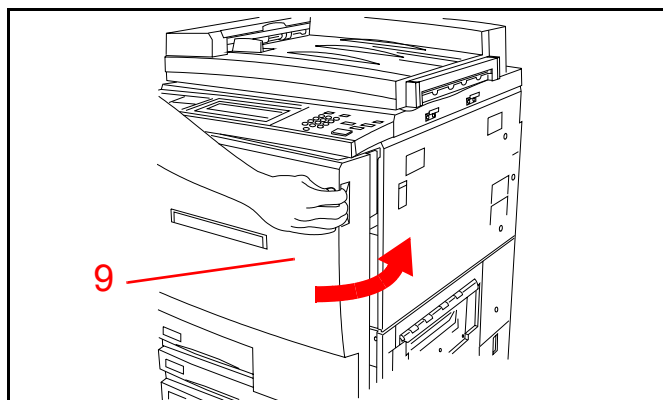

Figure 23
9. *Refermez la porte avant de l'imprimante. Voir Figure 23.*